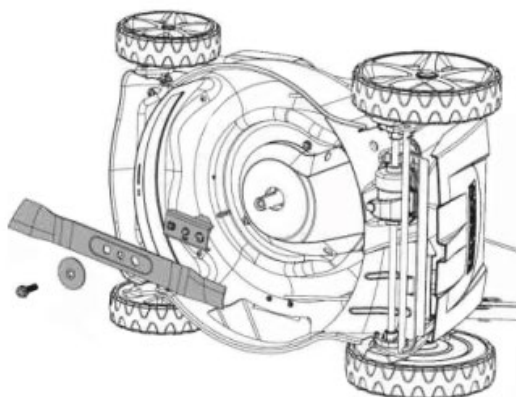

Рисунок 14. Схема заміни ножа.
2. Кантувати газонокосарку на бічну поверхню (рис. 14).
4. Встановити ніж на вал приводу (рис. 14) та надійно затягнути гвинт моментним ключем.